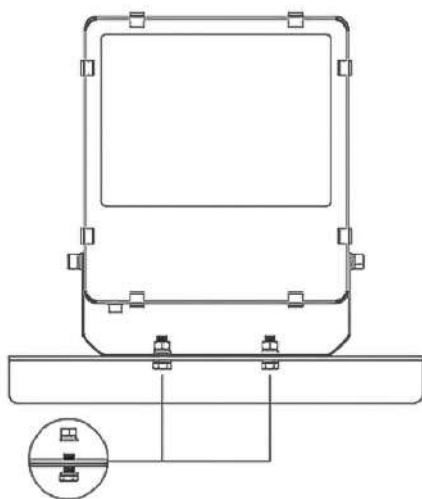

Figura 01
- Coloque o parafuso no orifício da alça de fixação para a regulagem de ângulo desejada, aperte-o utilizando uma chave Allen (não fornecidos). Ver figura 01.